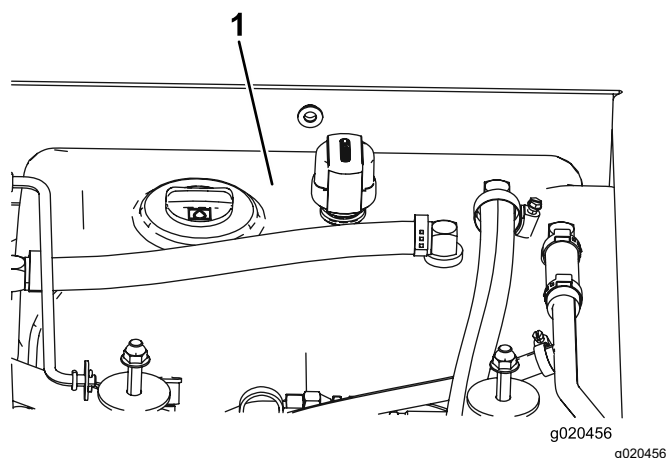

Figura 79
4. Encha o reservatório (Figura 79) com fluido hidráulico; consulte Especificações do fluido hidráulico (página 68).